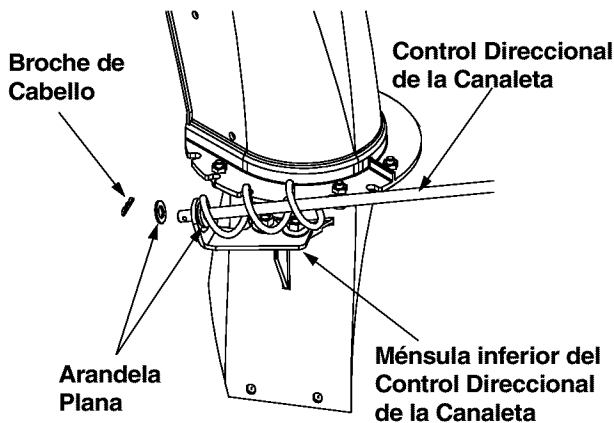

Figura 7
- Colocar la arandela plana restante en el control direccional de la canaleta, y asegurar con el broche de cabello. Ver la Figura 7.